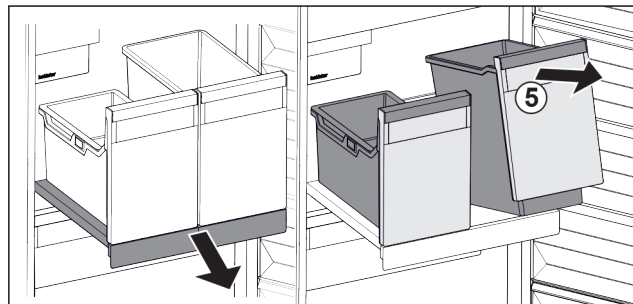

Fig. 118
- ▶ Nádobu Fig. 118 (5) vpředu nadzvedněte.